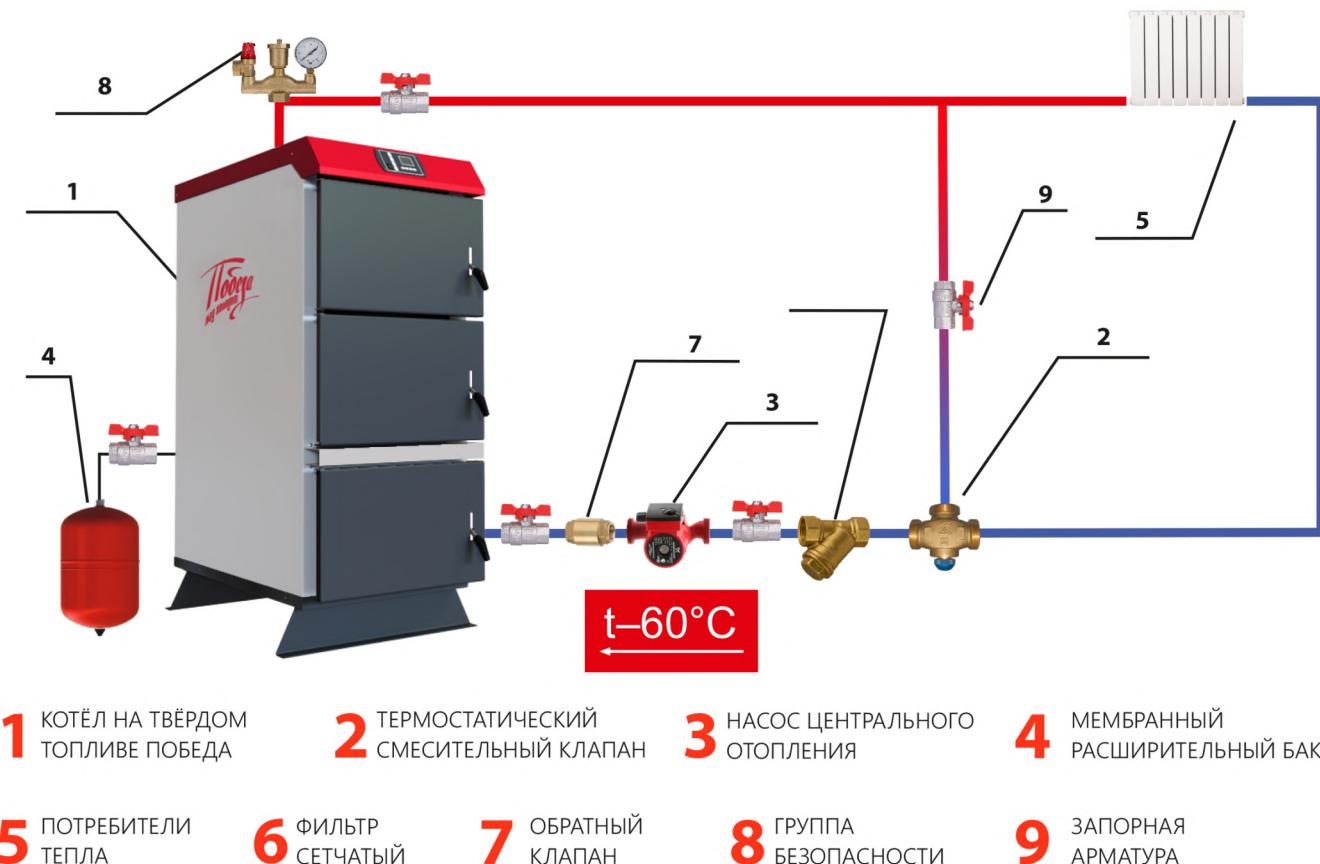

Рисунок 4 - Подключение с трехходовым краном
- 18.13 Во избежание появления конденсата, что может в несколько раз сократить срок эксплуатации Котла, необходимо систему отопления монтировать по прилагаемым или аналогичным схемам, обеспечивающим температуру возвратной воды не ниже 55°C (см. рис.4,5).